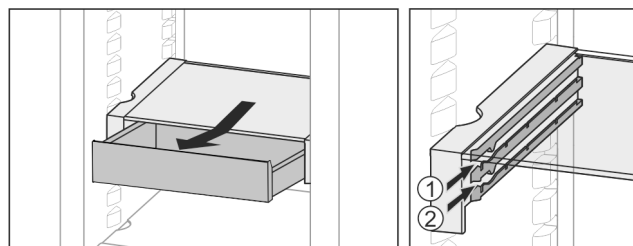

Fig. 32
- ▶ На любой высоте Fig. 32 (1) или Fig. 32 (2) вставьте.